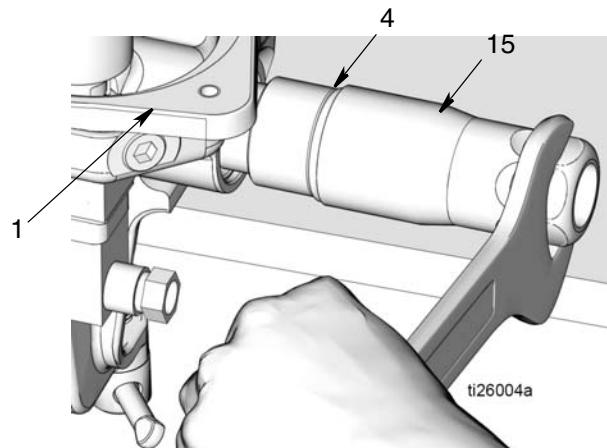

图 23
16. 从泵底座 (1) 上拧下出口止回阀 (15) (图 23)。